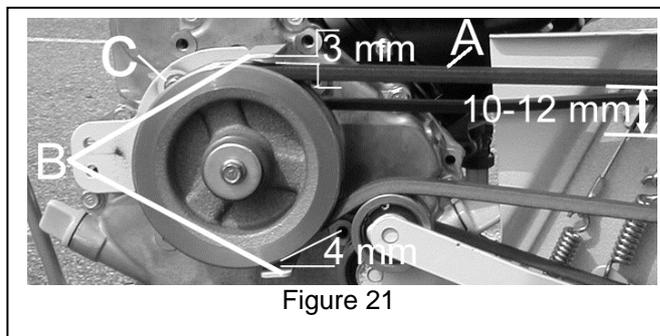

Figure 21
- Poussez la courroie avec un doigt entre les deux arbres (A, Figure 21) la courroie doit fléchir de 10 à 12 mm. Si la courroie ne se déplace pas en conséquence, effectuer réglage à nouveau.